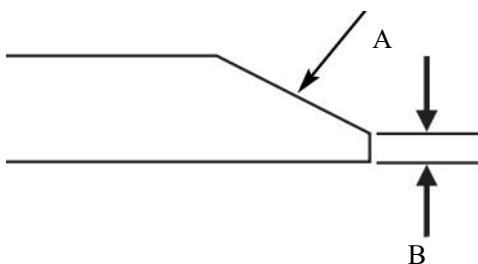

Fig. 13
- Conservez l'angle d'origine (A, Fig. 13) lors de l'affûtage. **NE PAS** changer l'angle des lames de la tondeuse.
- Les lames de la tondeuse doivent avoir un angle de coupe maximal de 0,40 mm (1/64") (B, Fig. 13) ou moins.